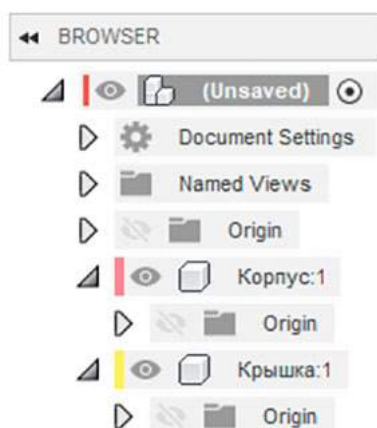

Рис. 9. Компоненты «Корпус», «Крышка»
2. Создайте компоненты «Корпус» и «Крышка» с помощью меню ASSEMBLE-> NEW COMPONENT. Созданные компоненты должны появиться в списке BROWSER (рис. 9).